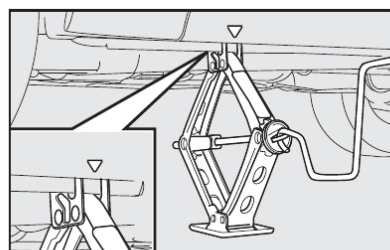

fig. 10
- Colocar o macaco onde está marcado o símbolo **▼ B-fig. 10** ou **11** perto da roda a substituir, e certificar-se de que a ranhura **A** do macaco esteja bem encaixada na longarina **C**.